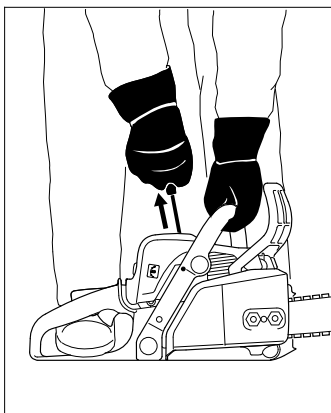

Рис. 47
- Правой рукой медленно вытянуть пусковую рукоятку до упора – а затем резко протянуть ее – при этом, отжать вниз трубчатую рукоятку – трос не вытаскивать до конца – опасность разрыва! Не позволяйте рукоятке запуска быстро вернуться в исходное положение – отвести рукоятку вертикально, чтобы трос запуска правильно намотался (рис. 47).